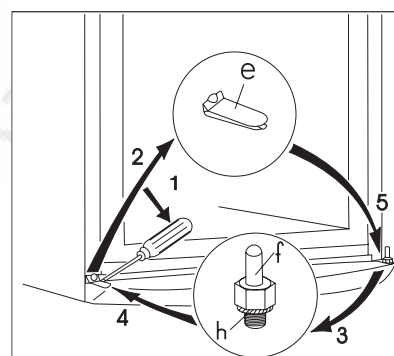

рис.3.
- С помощью отвертки вытащите вставку (e) нижней вентиляционной решетки (Рис. 3).
- Вывинтите нижнюю дверную петлю (h, f) морозильного отделения и снова привинтите её на другой стороне. При этом не забудьте поставить подкладную шайбу (h) (рис. 3).
- Установите дверцу морозильного отделения на нижнюю дверную петлю (f) (Рис. 3).